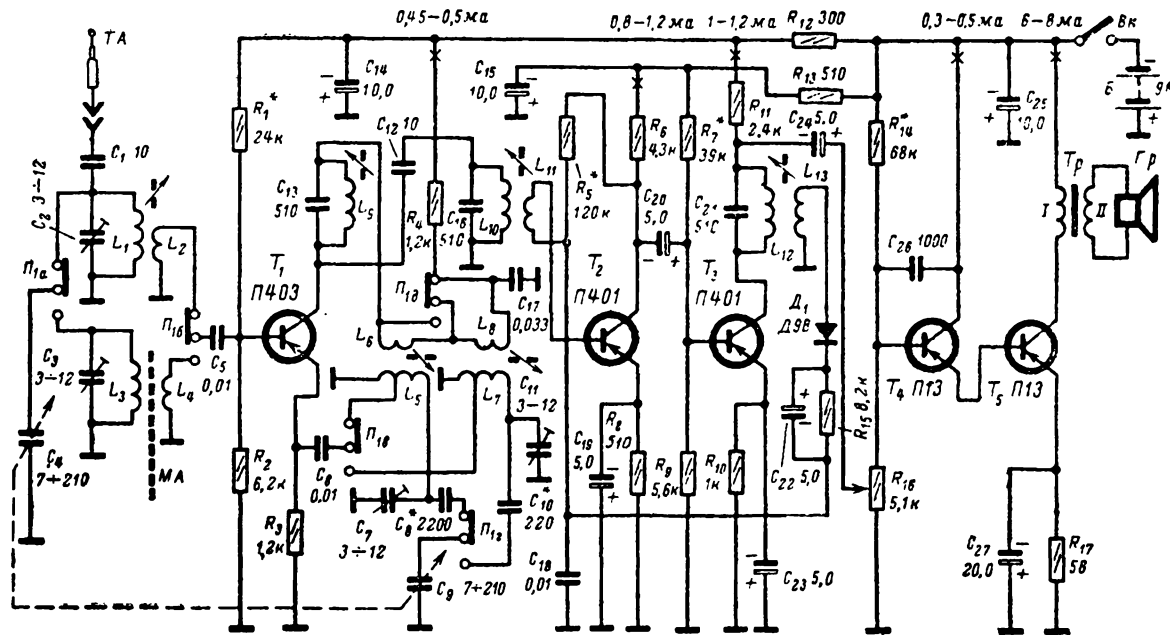

Рис. 29. Принципиальная схема приемника «Мир».
**Принципиальная схема.** Приемник выполнен по супергетеродинной схеме (рис. 29), имеющей совмещенный преобразователь высокой частоты на транзисторе  $T_1$ , рефлексный двухкаскадный усилитель промежуточной и низкой частот на  $T_2—T_3$ , диодный детектор на  $D_1$  и